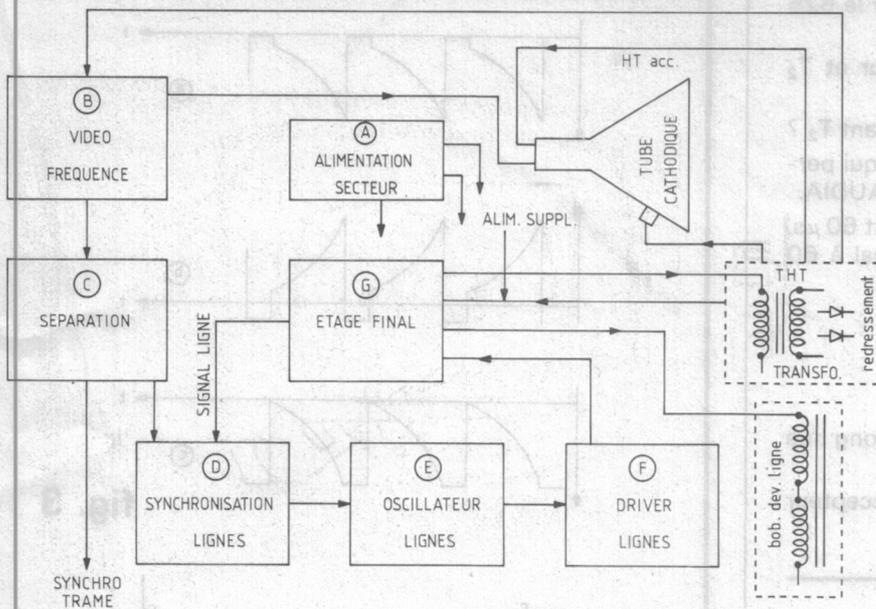

fig. 1
CYCLOTRON. — Voici à la figure 1 un diagramme fonctionnel d'une base de temps lignes, avec ses principales parties. Il s'agit d'un montage pour téléviseur « noir et blanc », celui pour la couleur est encore plus compliqué et sera traité ultérieurement.
CLAUDIA. — Il faut avoir du courage dans la vie. Considérons le schéma de la figure 1.
Je termine ainsi l'analyse du schéma simplifié de la figure 1 en signalant que la tension d'appoint est nommée par d'éminents spécialistes, « tension gonflée ».
CYCLOTRON. — Pour faciliter l'exposé je commencerai par le circuit oscillateur (E), sur le schéma de la figure 1.
CYCLOTRON. — Après l'oscillateur, on passe à l'étage suivant, utilisant un transistor de puissance moyenne. Il s'agit du driver, circuit F sur la **figure 1**. Le schéma d'un driver ressem-